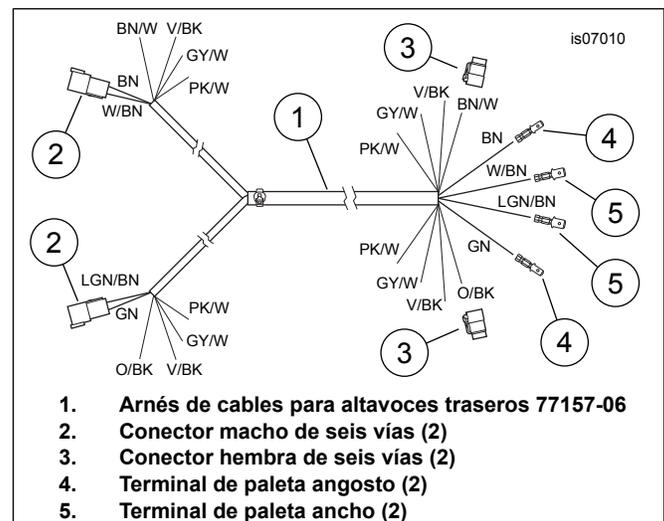
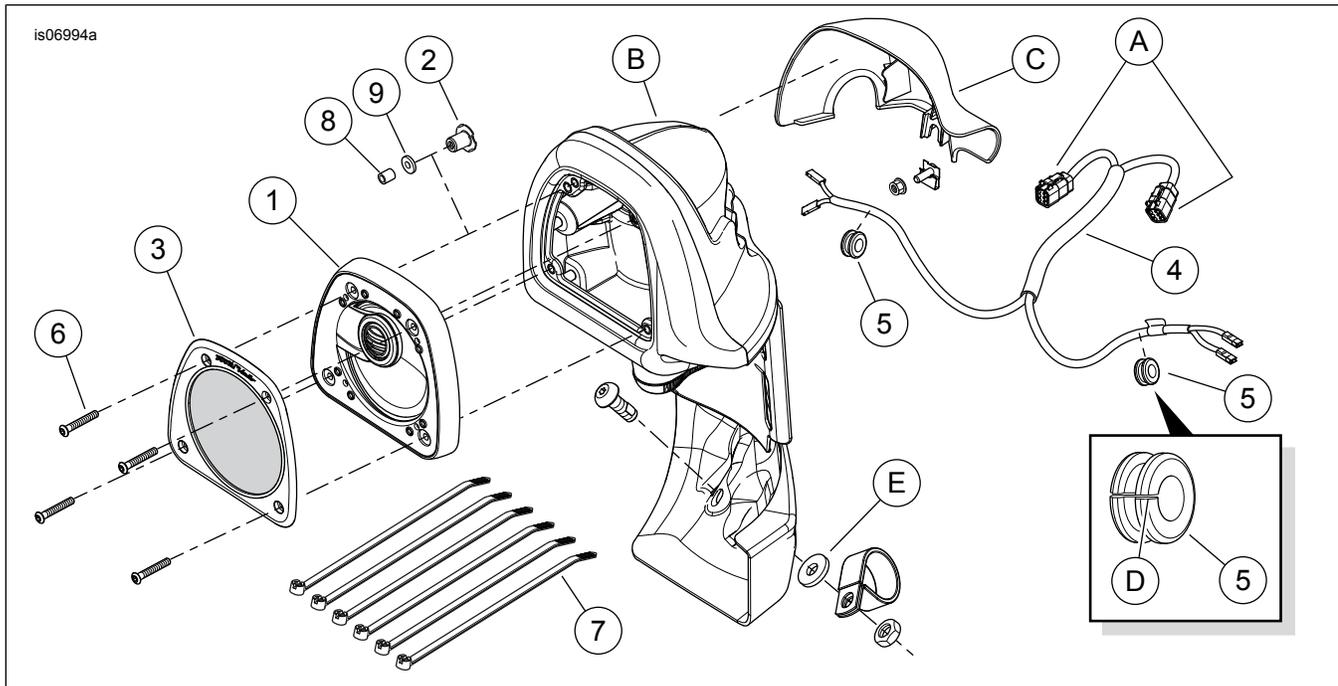

Figura 3. Arnés, altavoz del fuselaje inferior al amplificador montado en la parte trasera
Figura 4. Piezas de servicio: Altavoces de fuselaje inferior BOOM! Audio
2. **Modelos equipados con partes inferiores del fuselaje:** Vea Figura 4. Extraiga los fuselajes inferiores (B) de acuerdo con las instrucciones en el Manual de servicio. Deseche las arandelas de caucho (E) en la parte inferior del fuselaje.
6. En la parte trasera de la guantera, mida una distancia de aproximadamente 25 mm (1.0 in) hacia atrás (8) y 12 mm (0.5 in) hacia arriba (9) desde los rebordes de acoplamiento de la tapa del fuselaje inferior (zona sombreada), y perforo un agujero de 9,5 mm (3/8 in) (10) en el lado interior de la pared de la guantera.
8. Vea Figura 4. Tome el arnés de cables del fuselaje inferior (4) del kit.
9. Tome el fuselaje inferior izquierdo o el derecho. Vea Figura 4, inserción. Haga un corte (D) en una de las arandelas aislantes (5) desde el borde exterior hasta el agujero central, y pásela por los cables del tramo correcto (lado derecho o lado izquierdo) del arnés de cables del fuselaje inferior (4), hasta que quede aproximadamente a 100 mm (4.0 in) del inicio del conducto en el extremo con dos terminales hembra.
2. **Acoplamiento de los conectores del altavoz del fuselaje inferior:** Vea Figura 4. Haga coincidir el color de los cables de las cavidades 5 y 6 de los conectores hembra de seis vías (A) del arnés de cables del fuselaje inferior (4) con el de los conectores machos de seis vías del arnés de la radio [41A] y [42A] o del arnés superpuesto Non-Ultra. Enchufe los conectores hembra del altavoz derecho e izquierdo en los conectores macho correspondientes. **Con arnés de la radio y SIN amplificador delantero: Con arnés de la radio Y amplificador delantero:** Inserte los cuatro cables con terminación dentro del conector del arnés de la radio [149B]. Vea las instrucciones del kit del amplificador Boom! Audio.
Vea Figura 3. Se necesitarán los siguientes artículos: un arnés de cables para altavoces traseros (Artículo 1, pieza № 77157-06), dos terminales de paleta de 4,8 mm (0.19 in) (Artículo 4, pieza № 72438-06), dos terminales de paleta de 6,4 mm (0.25 in) (Artículo 5, pieza № 72446-06) y seis correas de cables (pieza № 10006).
8. Conecte los conectores macho (Figura 3, Artículo 2) del arnés de cables para altavoces traseros a los conectores hembra (Figura 4, Artículo A) del arnés de cables de los altavoces del fuselaje inferior. Vea "CONEXIÓN DEL ARNÉS DEL FUSELAJE INFERIOR" al comienzo de estas instrucciones para obtener información acerca del color de los cables, y luego lleve a cabo los pasos 3 y 4 de esa sección.